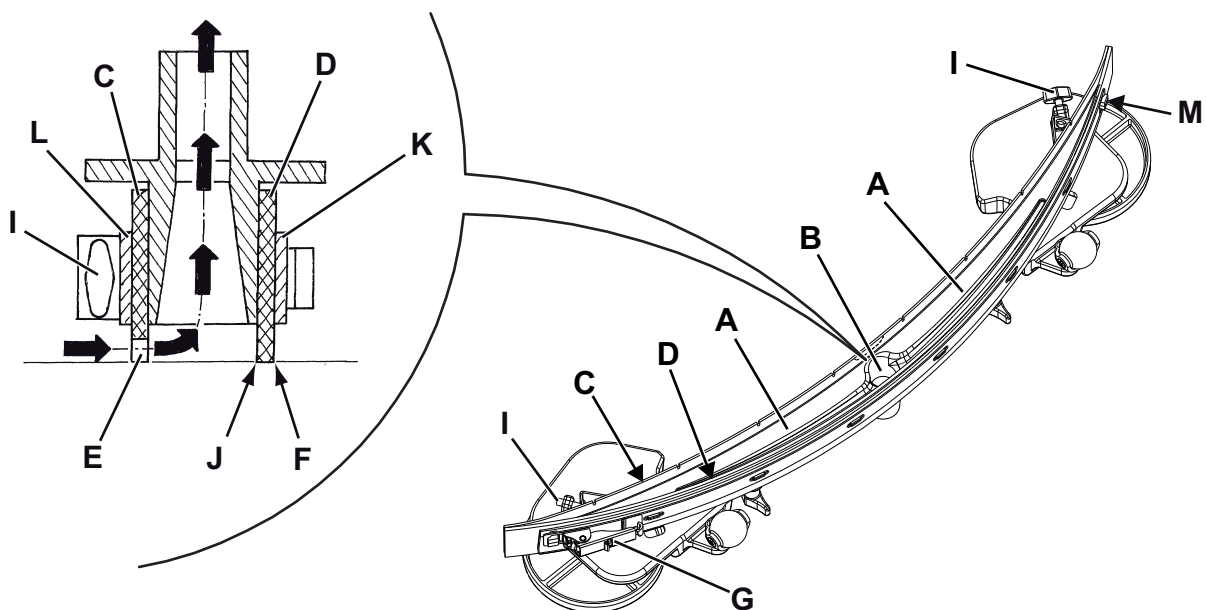

Abbildung 6
2. Zündschlüssel (58) einstecken und in Stellung I drehen.
3. Sauglippe (30) durch Betätigen von Schalter (63) absenken.
4. Zündschlüssel (58) in Stellung 0 drehen.
5. Ansaugrohr (31) von der Sauglippe abnehmen.
6. Sterngriffe (34) lösen und Sauglippe (30) abnehmen.
7. Sauglippe abspülen und reinigen. Insbesondere die Hohlräume (A, Abb. 6) und die Bohrung (B) von Schmutz und Abfällen befreien. Überprüfen, ob der vordere (C) und der hintere Gummi (D) unversehrt sind und keine Schnitte oder Risse aufweisen, gegebenenfalls austauschen.
1. Sauglippe (Abb. 6), wie in vorstehendem Abschnitt erläutert, reinigen.
2. Überprüfen, ob die Fugenkante (E) des vorderen (C) und die Fugenkante (F) des hinteren Gummis (D) gleichzeitig in ihrer gesamten Länge auf dem Fußboden aufsitzen. Andernfalls Höhe wie folgt einstellen:
- Zugstange (G) entfernen, Haltevorrichtungen (M) lösen und hinteren Gummi (D) einstellen. In die Haltevorrichtungen einrasten und mit der Zugstange fixieren.
- Sterngriffe (I) lösen und vorderen Gummi (C) einstellen. Sterngriffe wieder festdrehen.
3. Überprüfen, ob der vordere (C) und der hintere Gummi (D) unversehrt sind und keine Schnitten oder Risse aufweisen, gegebenenfalls wie folgt austauschen. Überprüfen, ob die Vorderkante (J) des hinteren Gummis verschlissen ist. Gegebenenfalls Gummi umdrehen und eine der drei unversehrten Kanten als Vorderkante verwenden. Sind auch die anderen drei Kanten abgenutzt, Gummi wie folgt austauschen:
- Zugstange (G) aushaken, Haltevorrichtungen (M) lösen, Haltestreifen (K) abnehmen und hinteren Gummi (D) umdrehen/austauschen.
- Sterngriffe (I) aufdrehen, Haltestreifen (L) abnehmen und vorderen Gummi (C) austauschen.
4. Ansaugrohr (31) an die Sauglippe anschließen.